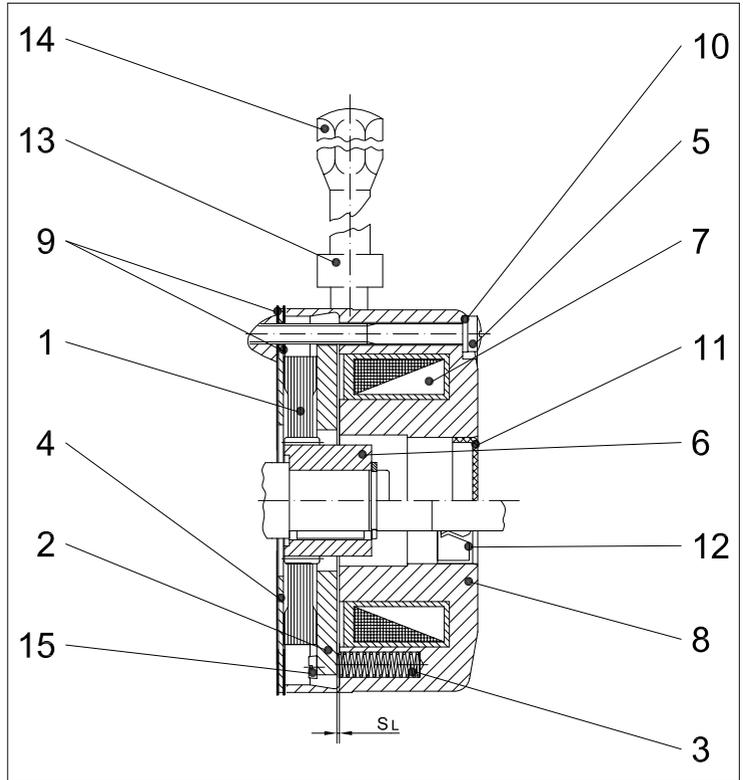

Bild 1: Federdruckbremse der Reihe E003B bzw. E004B.
- 3 Funktionsweise** Das Funktionsprinzip wird anhand Bild 1 erläutert.